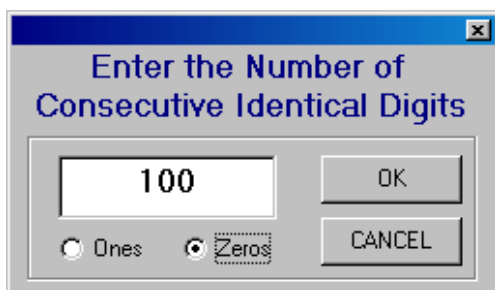

図 13. Creator の実例(ステップ#7)
7. ステップ 5 を繰り返します。ただし、[Zeros (ゼロ)]オプションを選択します(図 13)。